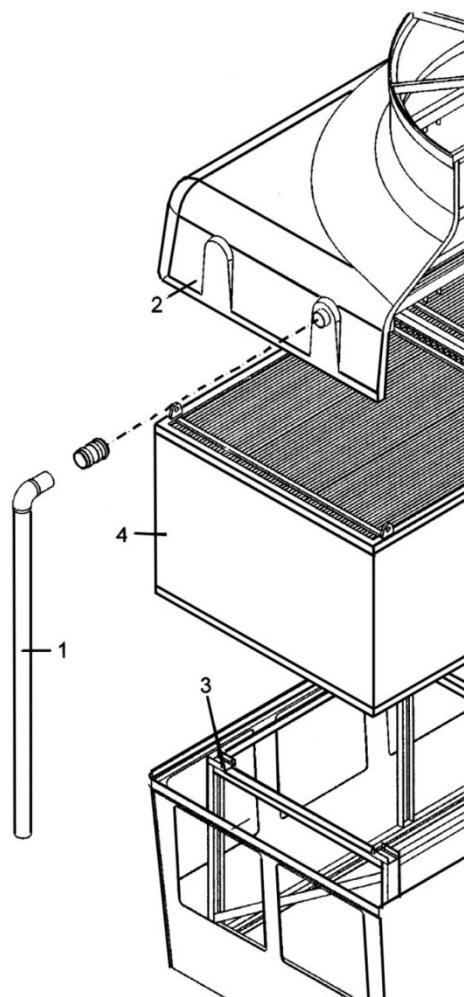

Fig. 23
1. Disassemble the secondary circuit impulse pipe. (fig 23/1).
2. Remove the hood. (fig. 23/2).
4. Remove the 4 screws fastening the coil to its support. (fig 23/3).
5. Remove the coil. (fig 23/4).
1. Démonter le tuyau d'arrivée du circuit secondaire (fig. 23/1).
2. Démonter le chapeau (fig. 23/2).
4. Enlever les quatre vis de fixation de la batterie à son support (fig. 23/3).
5. Démonter la batterie (fig. 23/4).
1. Desmontar el tubo de impulsión del circuito secundario. (fig. 23/1).
2. Desmontar la caperuza. (fig. 23/2).
4. Quitar los 4 tornillos de sujeción del serpentín a su soporte (fig. 23/3).
5. Desmontar el serpentín (fig. 23/4).